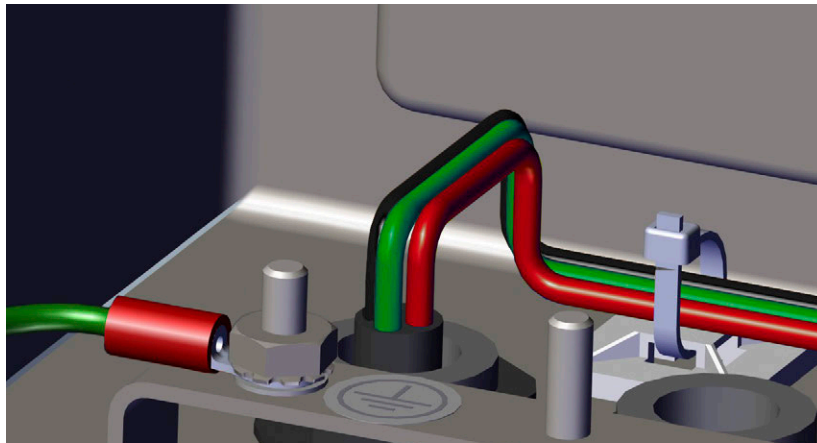

Abbildung 2-21. Verlegung der DC-Spannungskabel
1. Das Kabel durch die Kabelzugentlastung führen (siehe Abbildung 2-21).